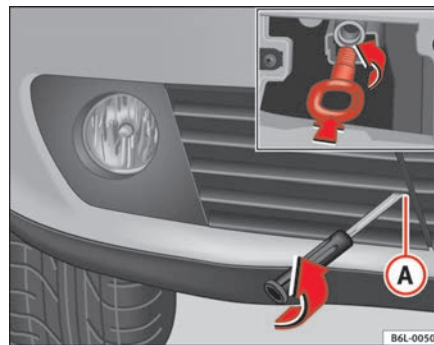

Abb. 159 Abschleppöse vorne
- Entfernen Sie die Schraube  ⇒ Seite 236, Abb. 159.